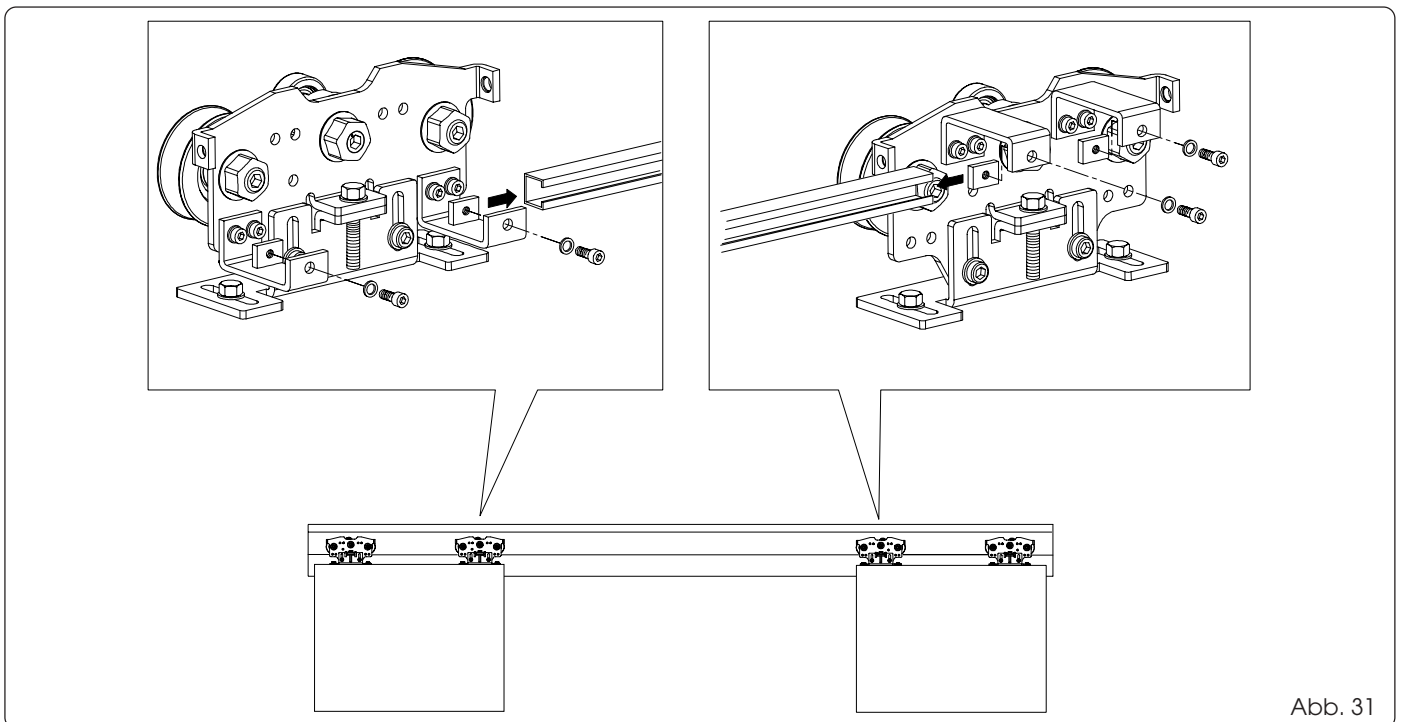

Abb. 31
- Die Flügel in die Öffnungsposition schieben (Abb. 31).
- Zwei Plättchen mit Gewindebohrung in jede der beiden Führungsstangen einfügen (Abb. 31).